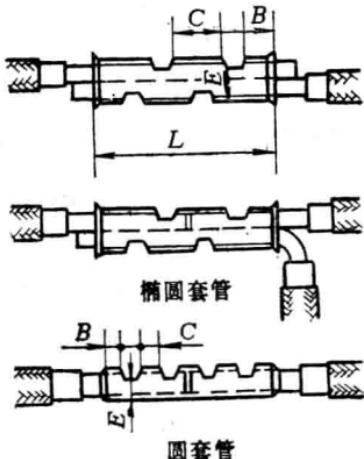

图1-2 单线压接
(1) 对内线工程用的 10 mm^2 以上的单股小截面铝导线，多用铝套管进行局部压接，如图1-2所示。压接前，先把导线两端的绝缘层各剥去 $50\sim 55\text{ mm}$ ，用电工刀把导线表面的氧化膜及油垢刮掉，再涂上凡士林锌粉膏，把线芯从两端插入事先选好的铝套管内，有圆形和椭圆形两种套管，然后用压钳进行压接。压接尺寸见表1-2。